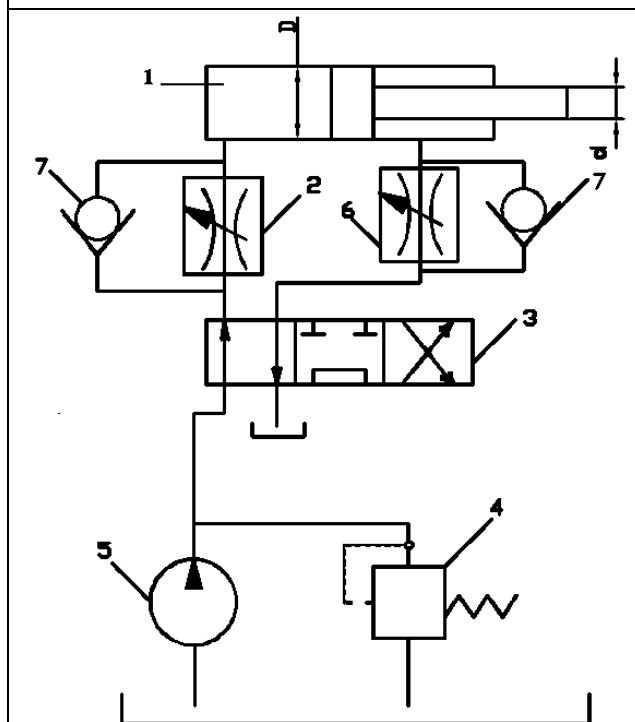

Рисунок 7
7. В бесштоковой левой полости гидроцилиндра 1 (рис. 7) рабочее давление  $p = 5$  МПа. Диаметр гидроцилиндра  $D = 100$  мм, диаметр штока  $d = 50$  мм. Уплотнение поршня и штока в гидроцилиндре - манжетное. Противодавление в штоковой полости гидроцилиндра  $p_{пр} = 0,4$  МПа. Насос 5 развивает подачу  $Q_n = 12$  л/мин. Падение (потеря) давления в напорной гидролинии  $\Delta p = 0,1$  МПа. Определить при движении поршня вправо общий КПД объемного гидропривода, если известны утечка масла через гидроклапан 4  $\Delta Q = 2$  л/мин и общий КПД  $\eta_n = 0,98$ .